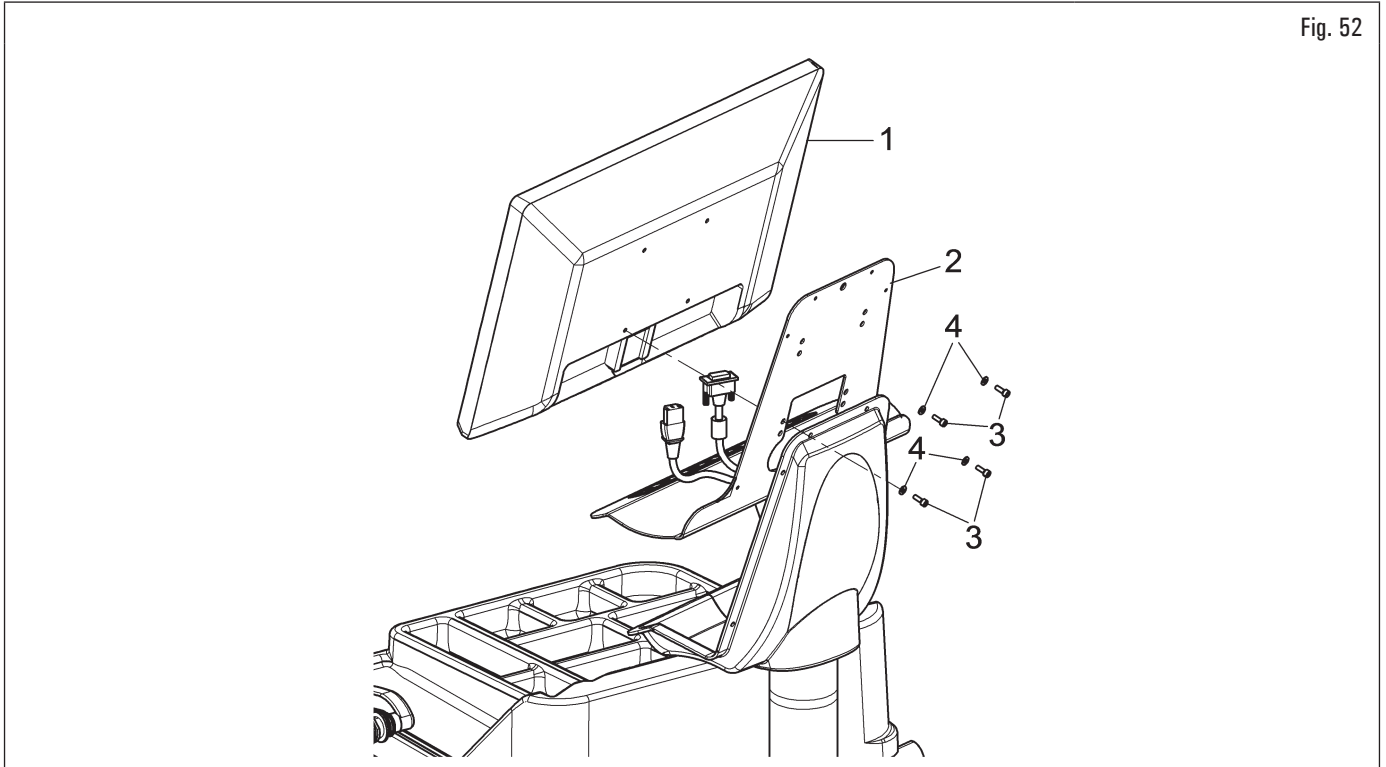

Fig. 52
6. fissare il monitor (Fig. 52 rif. 1) al supporto (Fig. 52 rif. 2) con le viti (Fig. 52 rif. 3) e le rondelle (Fig. 52 rif. 4), fornite in dotazione;